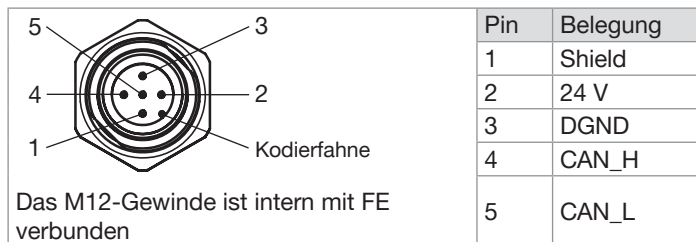

Abb. 15: büS/CANopen MFM, büS/CANopen MFC: Pinbelegung, 5-poliger M12-Stecker (A-codiert)
- Jeden Leiter in den entsprechenden Stift einsetzen. Siehe Abb. 15.